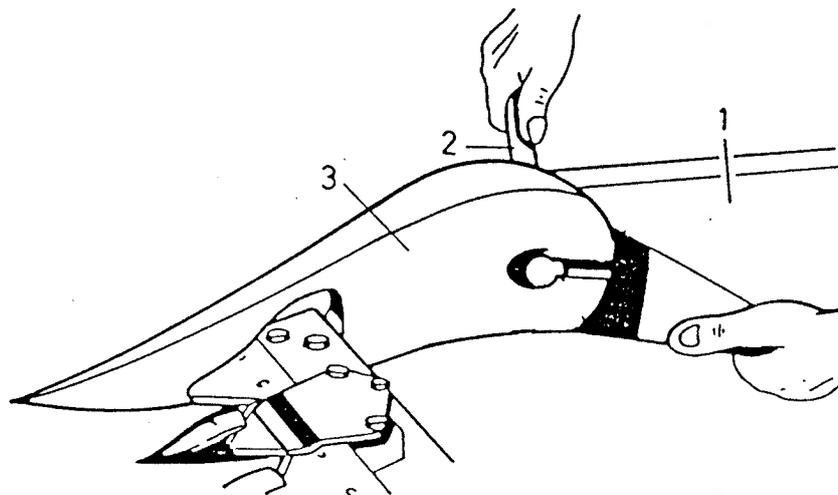

Figure 3
5. MONTAGE DU RABATTEUR (Figure 3)
Fixer le rabatteur à l'aide de la vis à ergot, de l'écrou tendeur et du levier (fig. 3, rep. 2). Le ressort incorporé permet une pression constante du rabatteur sur le sabot. Graisser périodiquement l'écrou tendeur.